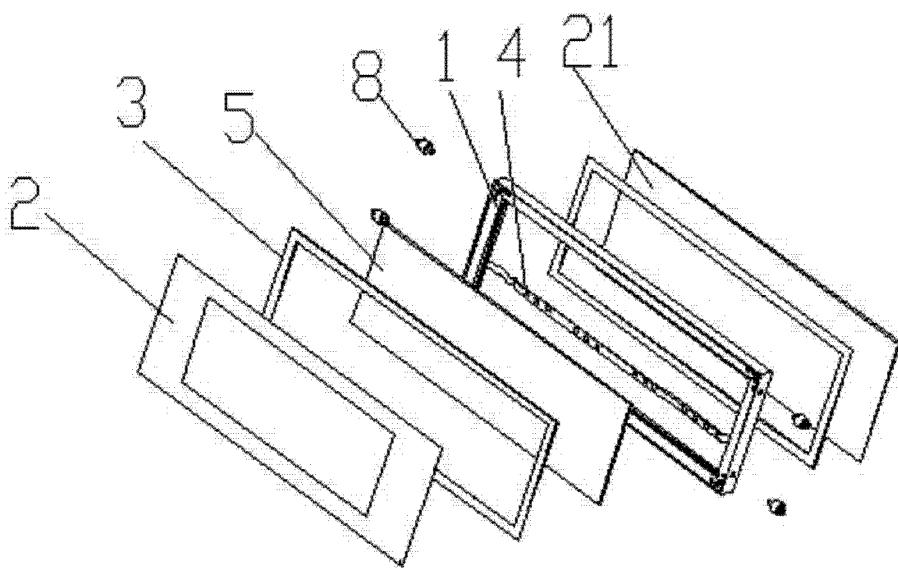

图 2
- [0014] 图 2 为本实用新型中实施例一中指示牌结构改良的爆炸图；